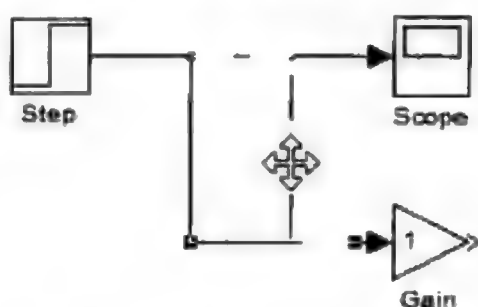

图 2.1.19 移动连线
④ 移动连线: 把鼠标指针移动到想要移动的连线处, 按住鼠标左键并拖动, 使鼠标指针到目标位置, 松开鼠标, 完成移动, 如图 2.1.19 所示。